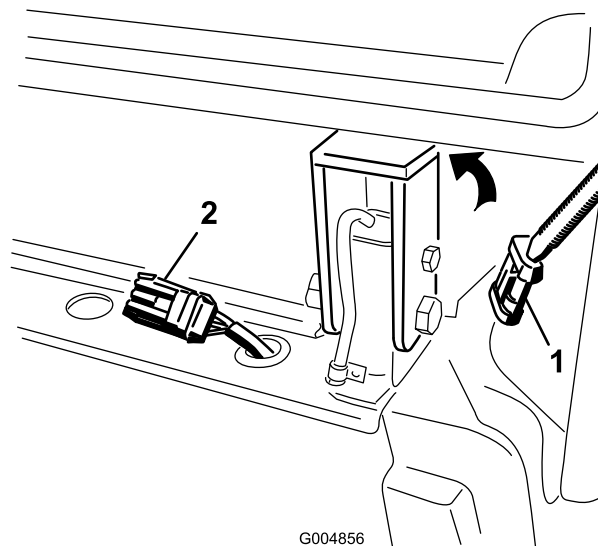

Figure 36
27. Enlevez le capuchon et branchez le connecteur du faisceau de la cabine au faisceau du support de cadre arrière (Figure 36).